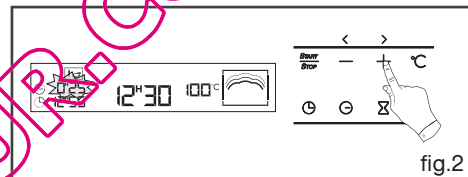

fig.2
Regolare l'ora utilizzando i tasti + e - (fig.2).
- 0:25 lampeggia (fig.2)